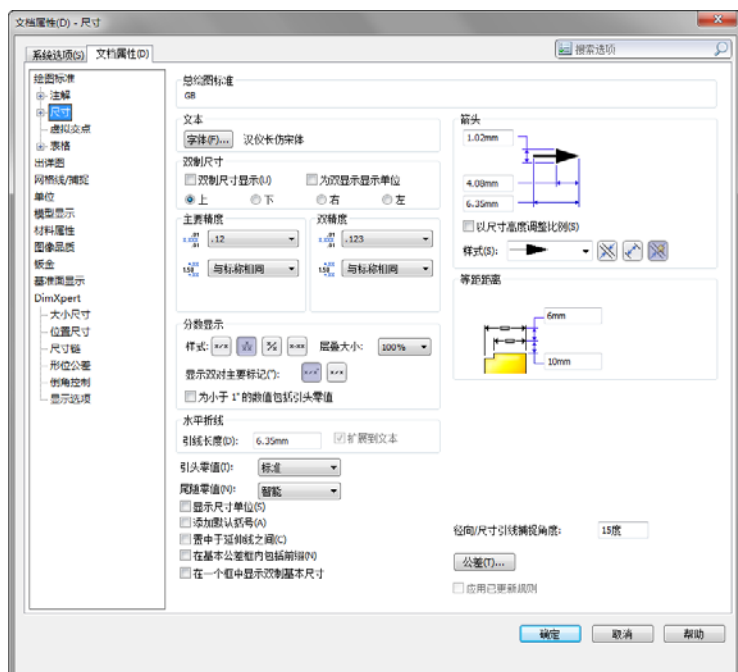

图 1-11 [尺寸]项目
选择【工具】|【选项】命令，打开【系统选项】对话框，单击【文档属性】标签，在【文档属性】选项卡中设置文档属性，如图 1-11 所示。
1. [尺寸] 项目的设定单击 [尺寸标注] 项目后, 该项目的选项就会出现在选项卡右侧, 如图 1-11 所示。